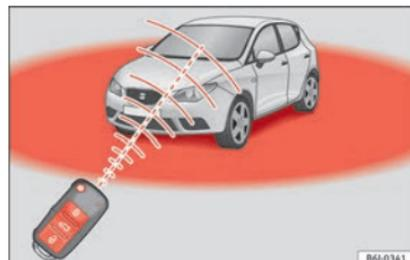

Fig. 123 Raio de ação do comando à distância por radiofreqüência.
- O comando à distância por radiofrequência só funciona dentro do seu raio de ação » » Fig. 123.